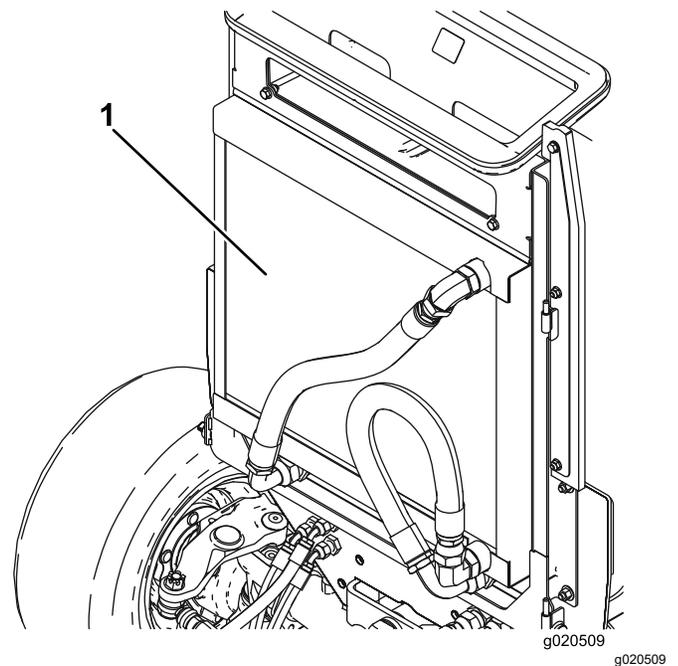

Bild 98
3. Reinigen Sie beide Seiten des Ölkühler- und des Kühlerbereichs (Bild 98) gründlich mit Druckluft. Blasen Sie Rückstände von vorne nach hinten heraus. Reinigen Sie dann von hinten und blasen Sie nach vorne. Wiederholen Sie diesen Vorgang mehrmals, bis alle Rückstände entfernt sind.